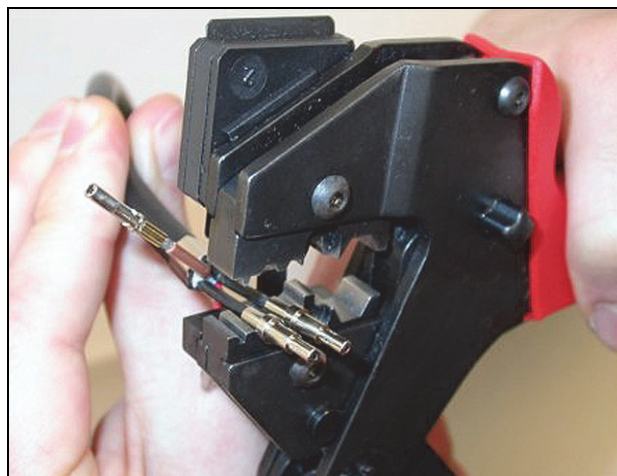

figura 30.24: Engaste de casquilhos (2)
- 24 Coloque ambos os casquilhos na ferramenta de engaste (ferramenta 3, consulte a figura 30.24).